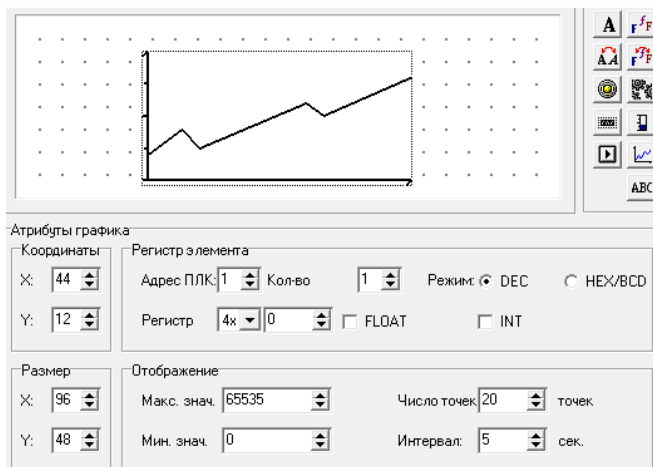

Рис. 4.16. График
1. Нажать кнопку  Откроется область задания параметров графика (см. рис. 4.16).
3. В группе полей «Размер» отображается величина ширины (X) и высоты (Y) графика, которые могут быть изменены с помощью кнопок со стрелками.